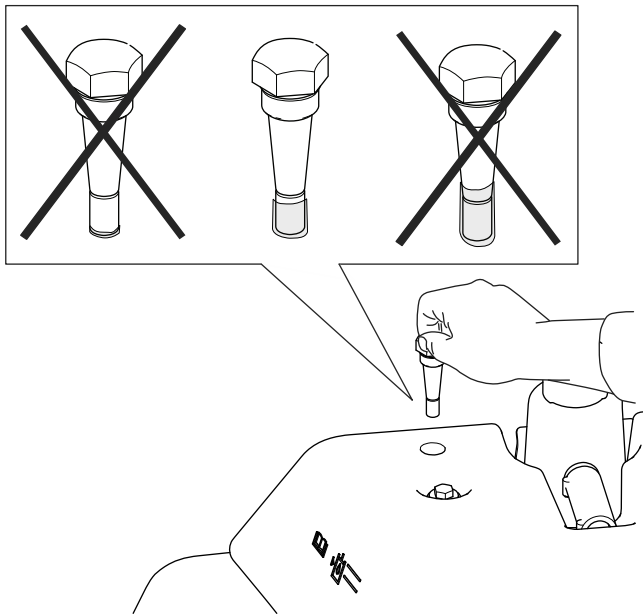

Figura 56
4. Retire la varilla y compruebe el nivel de fluido. Si está entre las marcas de la varilla, el nivel es correcto. Si el nivel de fluido no está entre las marcas, ajuste el nivel de fluido (Figura 56).